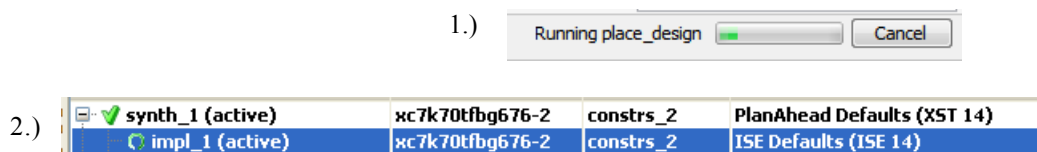

図 1-15: インプリメンテーション run のステータス表示
進行中の run のステータスは、2 つの方法で表示されます。図 1-15 に示すこれらのステータス表示には、run が進行中であることが示されるほか、ここから必要に応じてキャンセルできるようになっています。
- 図 1-15 の下部に示す [Design Runs] ビューの run ステータス インジケータには、run が進行中であることを示す円形の矢印が表示されます。run を右クリックしてポップアップメニューから [Reset Run] をクリックすると、run をキャンセルできます。